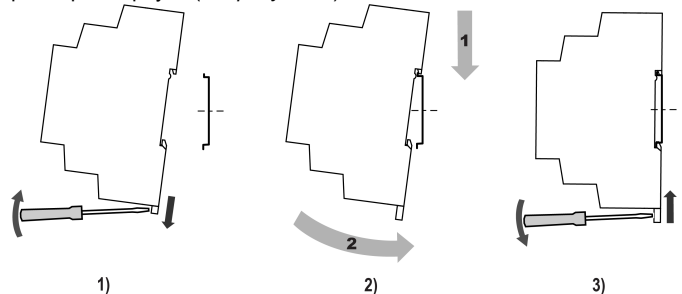

Рисунок 1 – Установка прибора
2. Вставив отвертку в проушину, оттянуть защелку (рисунок 1, 1).
3. Установить прибор на DIN-рейку в соответствии с направлением стрелки 1 (рисунок 1, 2);
4. Прижать прибор к DIN-рейке в направлении, показанном стрелкой 2. Зафиксировать защелку (см. рисунок 1, 3).